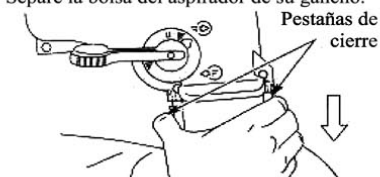

Fig.20
1. Mientras presiona las pestañas de cerrado en ambos lados del tubo soplador/aspirador, hale la bolsa del aspirador para sacarla del equipo. (Fig.20)